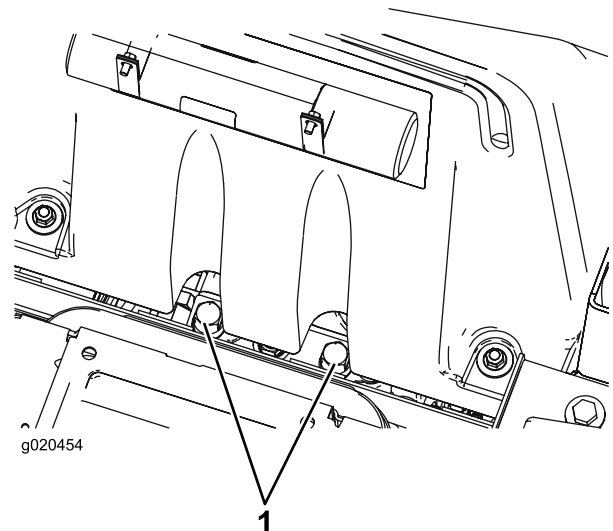

Figura 56
1. Sollevare il sedile. Le valvole di bypass sono posizionate sotto la parte anteriore del serbatoio (Figura 56).